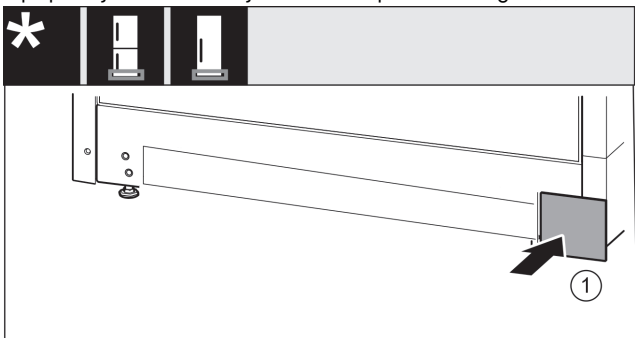

Fig. 37
- ▶ Ponovno natakните pokrov na drugu stranu. *Fig. 37 (1)*